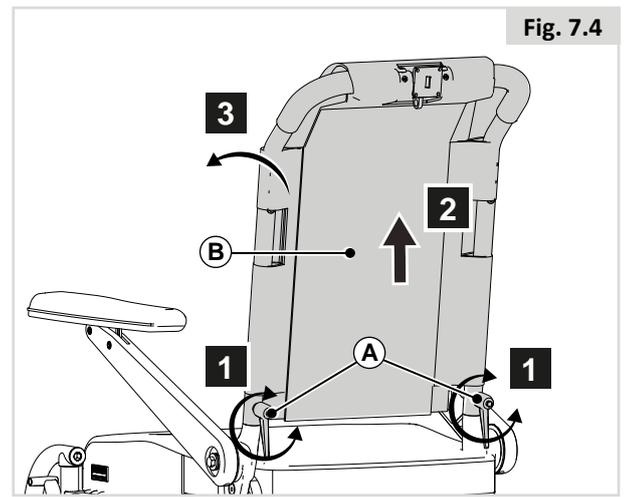

Fig. 7.4
7.3 Rabattement du dossier (Fig. 7.4)